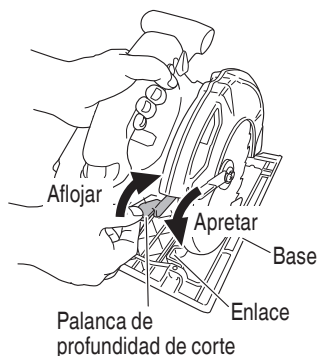
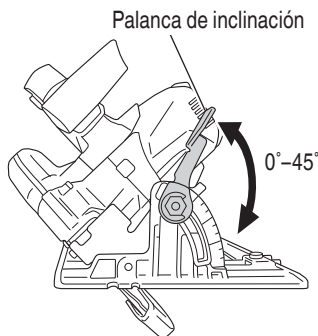

Fig. 16
Fig. 17
7. Verifique si la palanca de profundidad de corte y la palanca de inclinación están apretadas. Si la palanca de profundidad de corte con la que se ajusta la profundidad de corte (Fig. 16) y la palanca de inclinación con la que se ajusta el ángulo de inclinación (Fig. 17) están sueltas, pueden resultar en lesiones físicas. Asegúrese de que estén fijadas de forma segura. Asegúrese de que se encuentren firmemente apretadas.
- Ajuste de la profundidad de corte (Fig. 16)
Puede inclinar la hoja de la sierra desde un ángulo de 0° hasta un máximo de 55° en relación con la base. Como se muestra en la Fig. 17 aflojando la palanca de inclinación en el calibrador de inclinación y en la tuerca de mariposa, la hoja de la sierra se puede inclinar hasta un ángulo máximo de 45° en relación con la base.
Si la palanca de ajuste de la profundidad de corte (Fig. 16) estuviese floja, podrían producirse lesiones. Cerciórese de que esté apretada con seguridad.